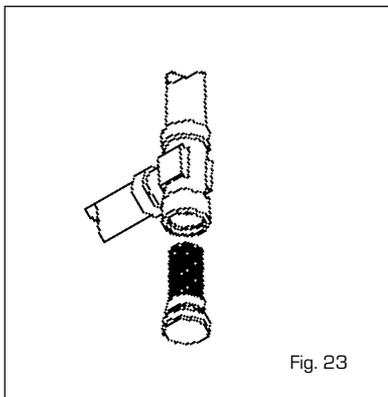

Fig. 23
4.5.2 Limpieza del filtro "Aqua Guard Filter System" (fig. 23)
4.5.3 Función de secado de la losa (fig. 23/a)